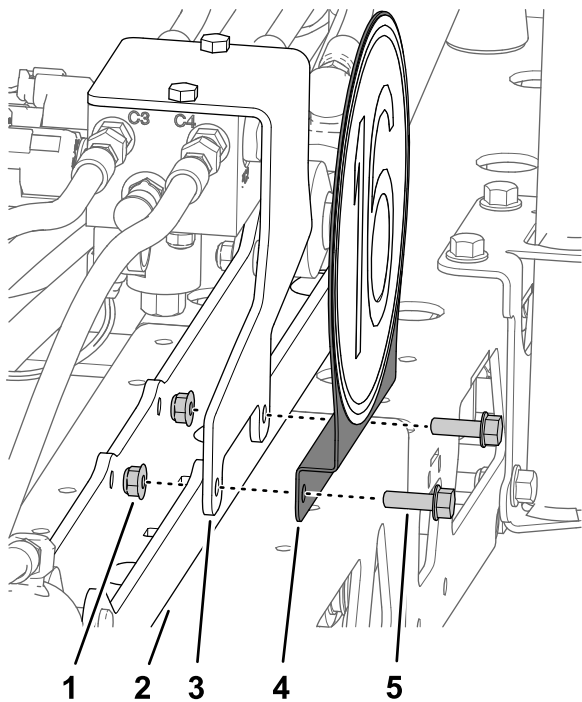

Bild 51
4. Entfernen Sie die zwei Sicherungsbundmutter (5/16" x 1") und zwei Sicherungsbundmutter (5/16"), mit denen die Halterung für den Hubzylinderverteiler an der Befestigung für den Hubzylinder befestigt ist (Bild 51).
5. Fluchten Sie die Löcher in der Halterung für das Geschwindigkeitsschild, der Halterung für den Hubzylinderverteiler und der Befestigung des Hubzylinders aus (Bild 51).
6. Befestigen Sie die Halterung für das Geschwindigkeitsschild mit zwei Bundkopfschrauben (5/16" x 1") und den zwei Sicherungsbundmuttern (5/16") an der Halterung für den Zylinderverteiler (Bild 51).